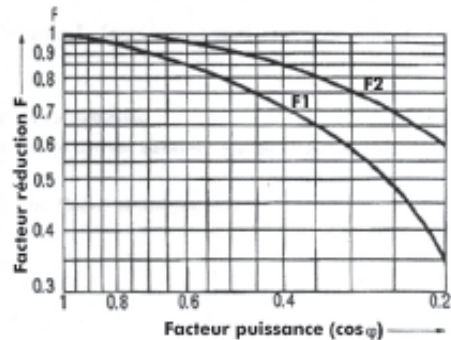

Figure A4 Courbes de diminution
* Sur charge résistive ; diminue sur charge réactive ou inductive suivant figure A4, dans laquelle: